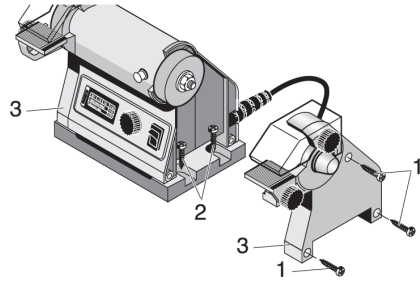

Fig. 2
1. Desaparafuse os parafusos de fixação **1** (Fig. 2) das duas coberturas laterais (3).
2. Fixe o friso da máquina com **4** parafusos de fixação (2) sobre um pavimento estável, a ambos os lados.